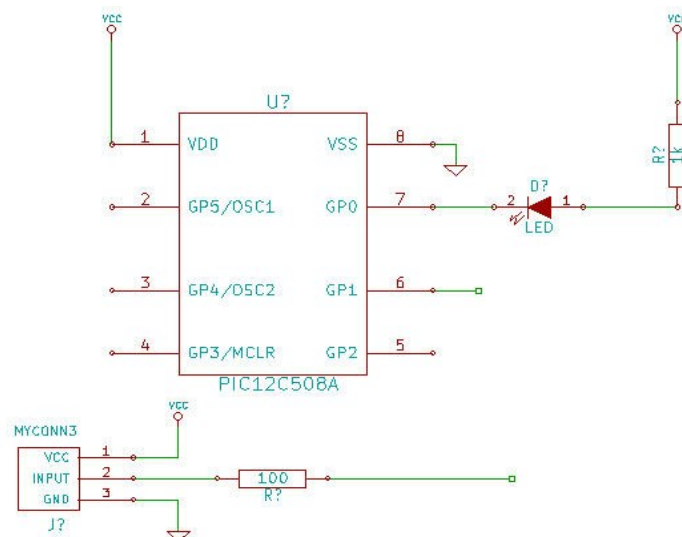

Рисунок 10 Прокладка проводников
31. Повторите этот прием и соедините проводниками все остальные компоненты так, как показано на рисунке 10. Заканчивайте проводник только двойным кликом. Когда прокладка проводников осуществляется к символам **VCC** и **GND**, проводник прикасается к нижней части значка **VCC** и к середине верхней части значка **GND**. Посмотрите на рисунок 10.